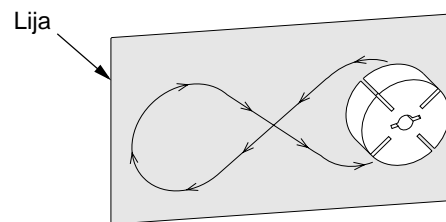

Figura 31 - Cómo lijar el rotor
14. Coloque un pedazo de lija muy fina (de grano 600) en una superficie plana. Lije el rotor ligeramente haciendo movimientos en “forma de 8” cuatro veces (consulte la figura 31).